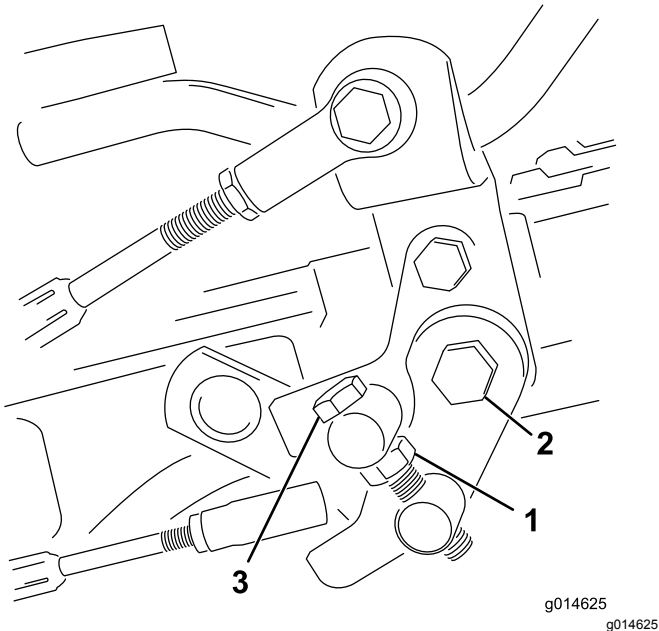

图34
1. 松开枢轴螺栓上的锁紧螺母图34。
4. 上紧枢轴螺栓上的锁紧螺母和踏板枢轴上的螺母锁定调整图34。检查调整情况并按需要调整。